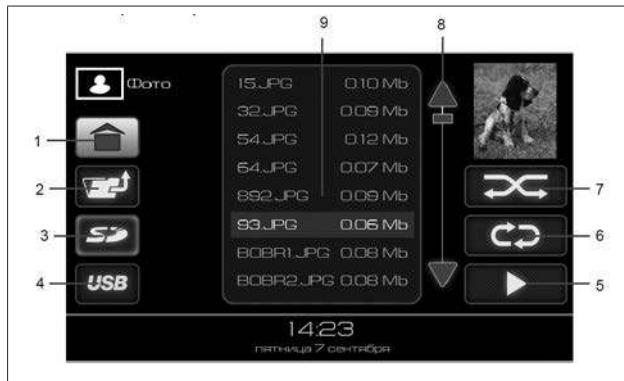

Рис. 8. Окно режима «Фотографии»
Доступные для просмотра файлы и папки отображаются в списке (9) (рис. 8).
Для отображения списка файлов внутри папки нужно нажать на изображение папки в списке (9) на рис. 8. Для выхода из папки нужно нажать кнопку 2 (рис. 8).
Нажмите на изображение файла в списке и кнопку 5 (рис. 8) либо дважды нажмите на выбранный файл для запуска просмотра файлов, начиная с файла, выделенного в списке курсором. Для организации слайд-шоу должен быть